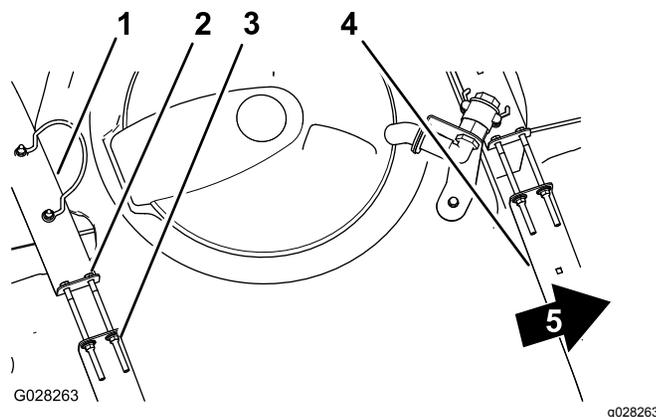

Figura 29
2. Verifique se há algum movimento entre as correias do depósito e o depósito (Figura 29).
parte superior das correias até estas ficarem justas à superfície do depósito (Figura 29).